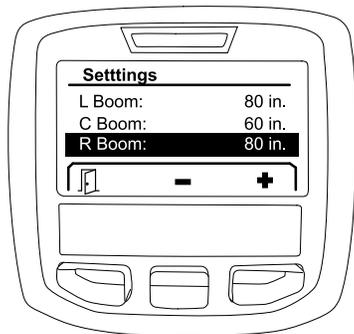

図 16
2. 中央ボタンと右ボタンとを使って、ブームの長さを増減する 図 16。